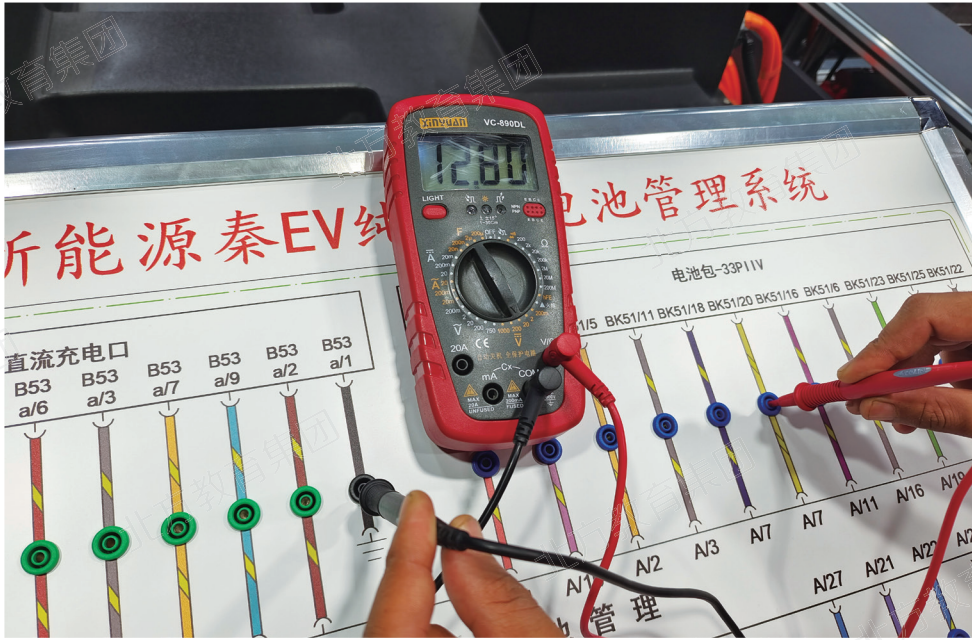

图 1-3-8 BK45A 插头 7 号端子测量
5) 如以上均无问题，则检查 BMC 的 BK45A 插头 7 号端子，上电后应有 12V 电压输出，如图 1-3-8 所示，如无电压输出，为 BMC 故障。随后检查 BMC 的 BK45A 插